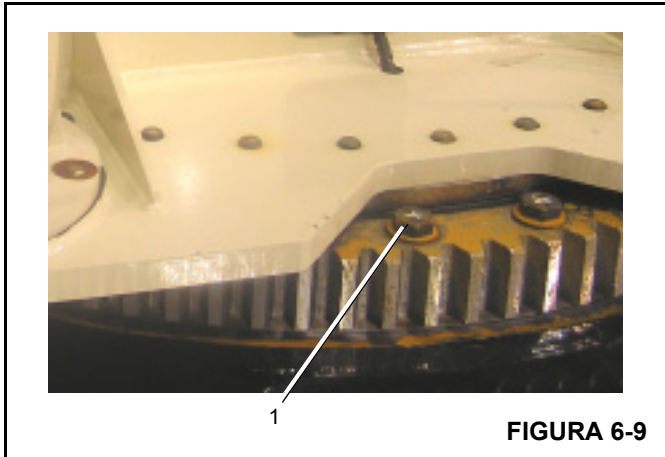

FIGURA 6-9
Os parafusos da pista externa (1) estão localizados na parte superior do rolamento (Figura 6-9).